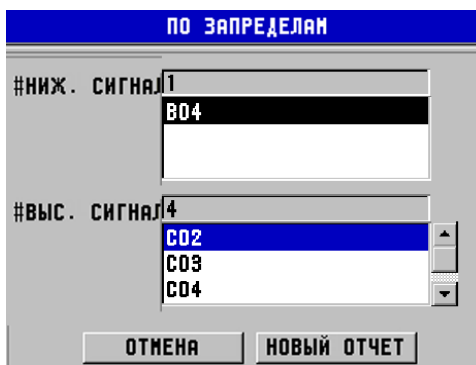

Рис. 6-44 Экран результатов отчета **СВОДКА СИГНАЛИЗАЦИИ**
- Открывается экран **СВОДКА СИГНАЛИЗАЦИИ** с выделенным ИД первого низкого порога сигнализации (см. Рис. 6-44 на стр. 133).